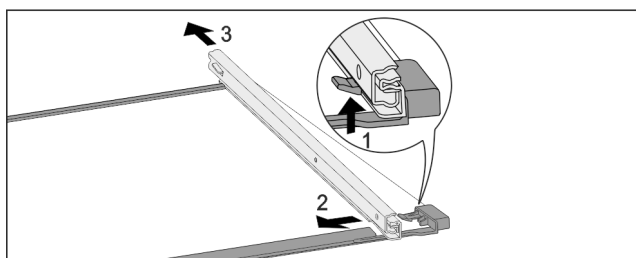

Fig. 168 Sklenená doska s koľajničkami
- ▶ Potlačte predný západkový hák nahor. Fig. 168 (1)
- ▶ Odsuňte vyťahovaciu koľajničku do strany Fig. 168 (2) a dozadu Fig. 168 (3).